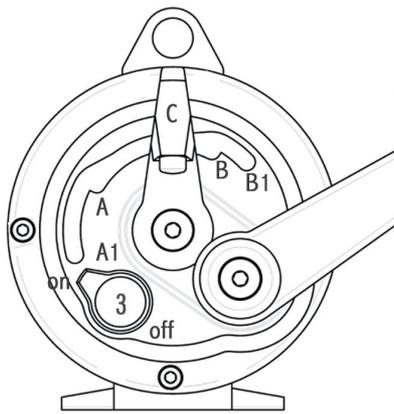
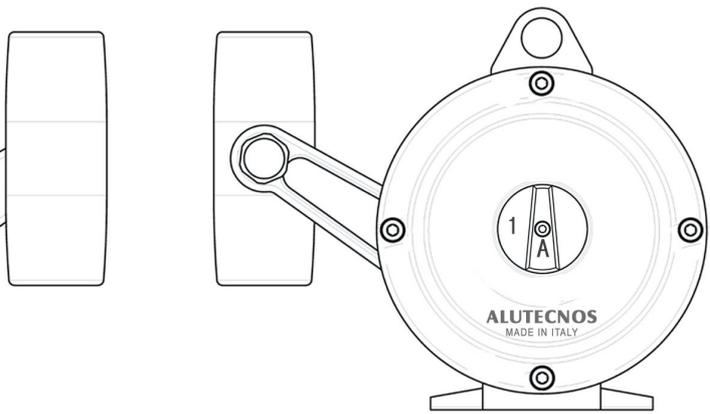

FIG. 1
FIG. 2
USO DELLA FRIZIONE La frizione è una delle componenti più importanti del mulinello e consente, mediante l'azionamento della leva -C- (fig. 1-), di passare da uno stato pressoché libero ad uno stato di massima frenata della bobina su cui è avvolta la lenza. La corsa della leva -C- è delimitata da due fermi di sicurezza: -A- e -B- posti ad inizio e a fondo scala. E' possibile superarli agendo, mediante una pressione sul pulsante -1-, il superamento di questi fermi consente di ottenere stati estremamente opposti: libero in posizione -A1- e di massima frenata in posizione -B1-. Nota: con la leva -C- in posizione -A-, la frizione esercita una leggera frenatura normalmente sufficiente ad impedire la formazione delle parrucche sulla lenza.
AVVISATORE ACUSTICO In fase iniziale di pesca l'avvisatore acustico (cicala) -3- (fig.1) dovrà essere inserito e quindi posizionato su -ON-, di modo che quando la lenza inizierà a fuoriuscire, emetterà un segnale di avvertimento. Tale segnale ha il solo compito di allertare il pescatore dopodiché il selettore -3- dovrà essere riportato in posizione -OFF-.
USO DEL PRE-SET Di estrema importanza, al fine di evitare la rottura della lenza durante la fase di pesca, è la pre-regolazione della frizione (strike). Questa operazione dovrà essere effettuata con il mulinello montato sulla canna, la lenza infilata negli appositi anelli della stessa e la leva frizione -C- posta in posizione -B-. Ancorare la lenza ed agire sul pre-set -1- (fig.2) sino ad ottenere una giusta tensione. Se vi è possibile fate uso di un dinamometro. Individuata la giusta tensione riportate la leva frizione in posizione -A- quindi sbloccate la vite -A- (fig.2) rendendo così folla la ghiera del pre-set -1-. Posizionarla sul riferimento -0- (zero) inciso sulla flangia, bloccando la vite in precedenza allentata. Fatto questo avremo la possibilità di variare le prestazioni della frizione a nostro piacimento potendo poi ripristinare lo stato iniziale riportando la ghiera del pre-set sul riferimento -0- (zero).
- 4)-Quando il mulinello non viene utilizzato, la leva della frizione -C- va riportata in posizione di riposo ossia sul punto -A- (fig.1). Così facendo libereremo il meccanismo da uno stato di sforzo e manterremo inalterata la funzionalità della frizione;
THE USE OF THE DRAG The drag is one of the most important parts of the reel and permits the amount of drag exerted on the line to be adjusted from virtually nil to maximum by adjusting the lever -C- (fig.1). The stroke of the lever -C- is controlled by two safety stops: -A- and -B- set respectively at the bottom and top of the scale. Drag can be set beyond these two stops by pressing button -1-, which permits the two opposite drag levels to be set: free in position -A1- and max. drag in position -B1-. Note: when the lever -C- is in position -A-, the drag applies a slight braking pressure that is usually sufficient to prevent the formation of tangles.
AUDIBLE WARNING BUZZER The warning buzzer -3- (fig.1) should be set in the -ON- position when beginning to fish so that the warning signal is given the moment that the line suddenly begins to come out. This signal serves only to notify the user of the movement of the line; after which the buzzer should be immediately reset in its -OFF- position.
THE USE OF PRE-SET The (strike) drag pre-set is extremely important and prevents the line from breaking during a strike. This operation is performed with the reel mounted on the rod, the line strung through the rod guides and the drag lever -C- set in the -B- position (fig.1). Knot the line and work on the pre-set -1- (fig.2) until the correct tension. If possible, use a dynamometer. Once the correct tension has been determined, bring back the drag lever to -A- position, loosen the screw -A- (fig.2) thereby leaving the pre-set -1- (fig.2) ring nut loose in play. Then set it on the -0- (zero) engraved on the left side plate and tighten the screw loosened previously. Once this has been done, the user can adjust the performance of the drag according to desire or return to the original condition by setting the pre-set ring nut to the -0- (zero) setting.
- 4)-When the reel is not to be used for a long time, the drag lever -C- must be set in the rest position at the bottom of the scale -A- (fig.1). In this way, all pressure will be removed from the mechanism and drag functionality will remain unaltered;